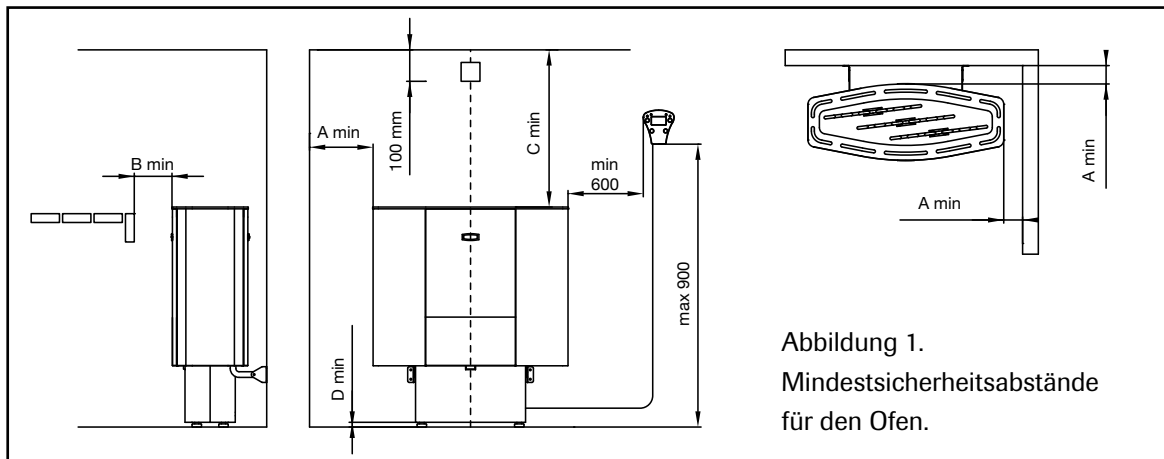

Abbildung 1.
\*\*) Siehe Abbildung 1
- Montieren Sie den Fühler an der Wand oberhalb Ihres Elektro-Saunaofens, 100 mm unterhalb der Decke (s. Abb. 1).
- In der Sauna sind die maximale Anbringungshöhe der Steuereinheit 90 cm und der Mindestabstand zum Saunaofen 60 cm (siehe Abb. 1).